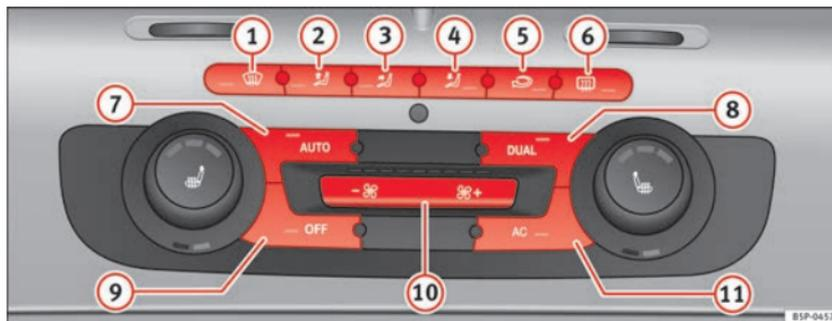

Fig. 113 Comandos do 2C-Climatronic no painel de instrumentos.
- Para activar o modo manual premir um dos botões do ⇒ Fig. 113 ① ao ⑤, ou premir os botões do ventilador ⑩. A função seleccionada aparecerá no visor do rádio ou do navegador.
- Premir o botão  ⇒ Fig. 113 , para ligar e desligar o modo de recirculação de ar. Está ligada se no visor é apresentado o símbolo .